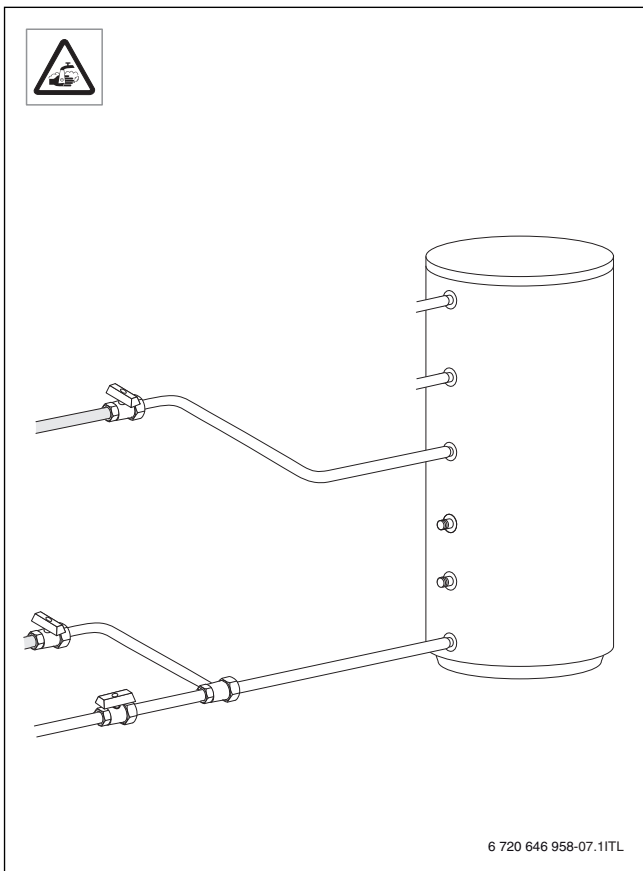

Fig. 27
- ▶ Tap de bovenste en onderste warmtewisselaar af en blaas ze uit (→ afb. 27, pagina 74).